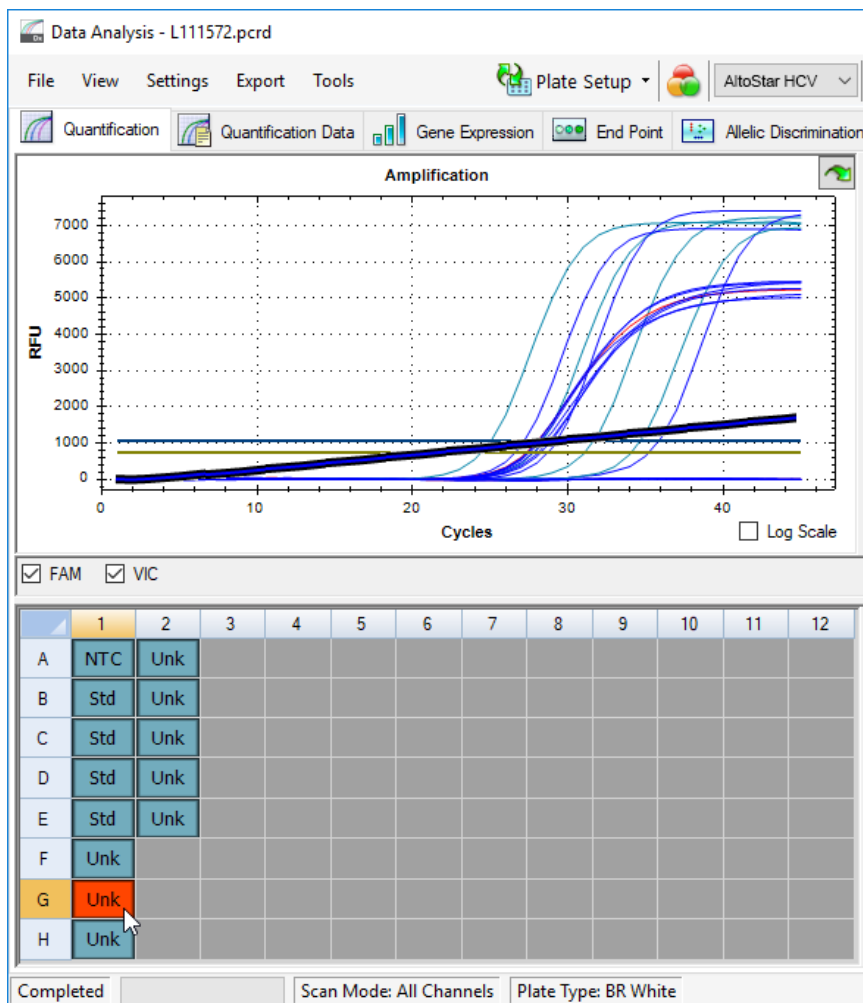

Figura 6: Ventana Data Analysis (análisis de datos): señal de PCR irregular
- Identifique pocillos con señales de PCR irregulares (aumento de señal lineal, picos de señal, etc.) en cualquiera de los canales de detección FAM™ (HCV objetivo) y VIC™ (IC) (consulte la figura 6).